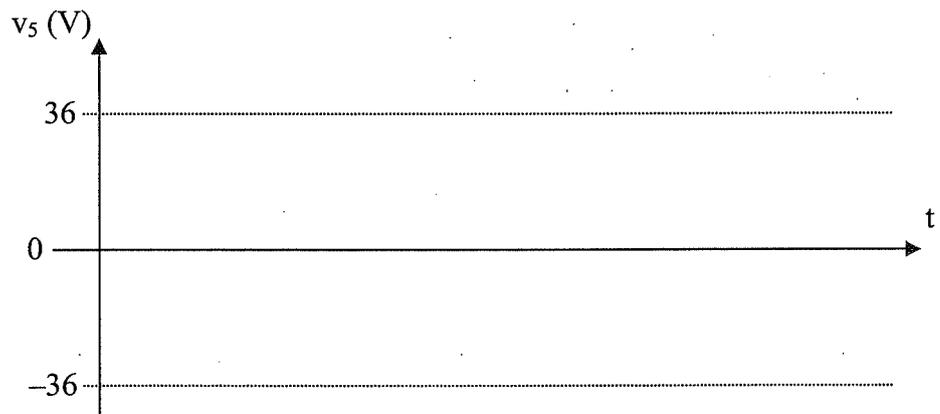

Figure 8
On modifie la nature de la commande de l'onduleur en décalant d'un retard  $T/6$  (égal à un sixième de période) la commande des interrupteurs  $K_3$  et  $K_4$ . Cette commande de l'onduleur est représentée sur la figure 8 du document réponse 4.
- 2.1. Tracer l'allure de la nouvelle tension  $v_5$  aux bornes de la charge sur la figure 8 du document réponse 4, page 10.